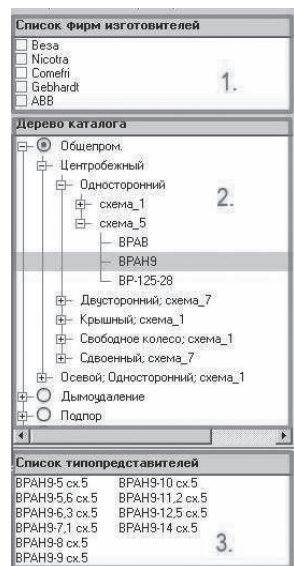

Рис. 2
**2 Номенклатурная панель (Рис.2)** состоит из трех элементов управления: 1 - список-фильтр фирм - производителей, 2 - дерево типов вентиляторов и 3 - список типопредставителей выбранного типа вентиляторов. Список-фильтр позволяет ограничить содержимое номенклатурной панели вентиляторами определенных фирм-производителей.